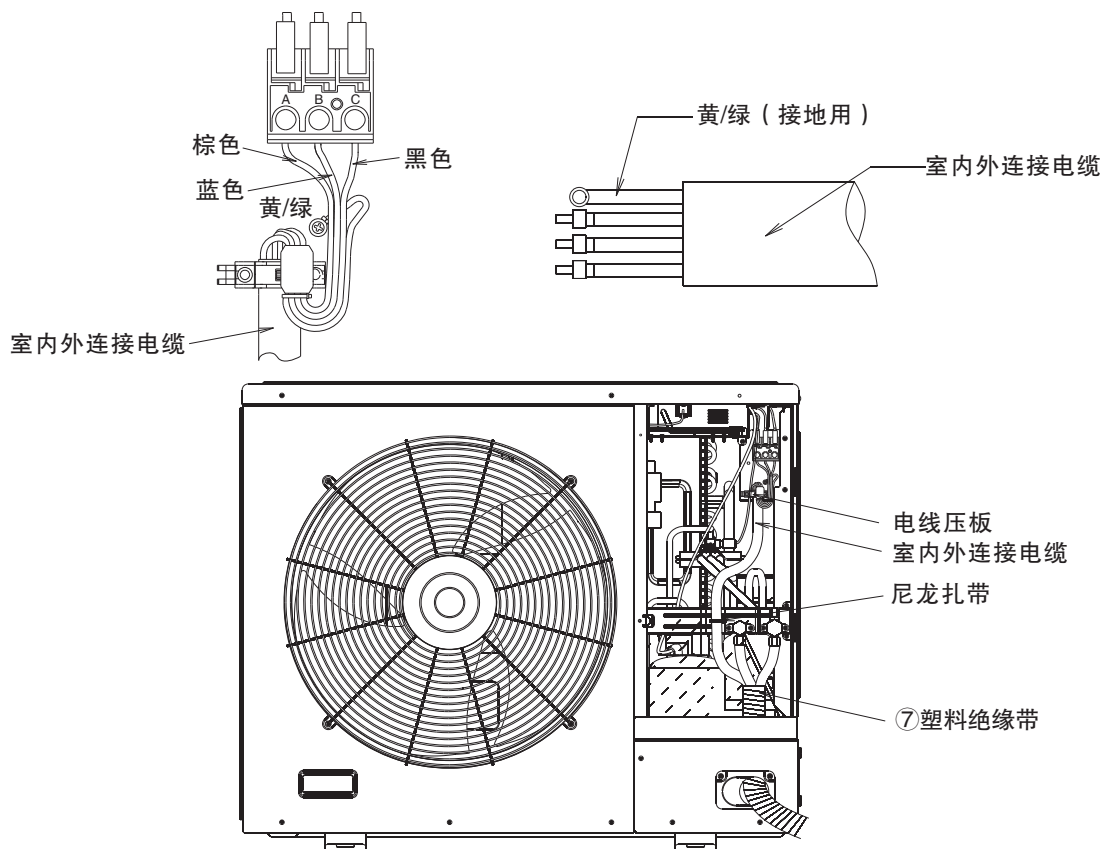

图16
- (1) 参照P15页“室外机的安装”内容，将连接盖板拆除。
- (2) 将连接电缆穿过连接管盖板，再穿过阀门安装板上的扎带，待接线完毕后再将扎带拉紧，并将扎带多余部分剪掉。
- (3) 把连接电缆按电气接线图所示正确地牢固连接。（紧固力矩为 $0.8 \sim 1.5 \text{ N} \cdot \text{m}$ ）
- (4) 用电线压板将连接电缆压住后，用螺钉紧固，如图16。